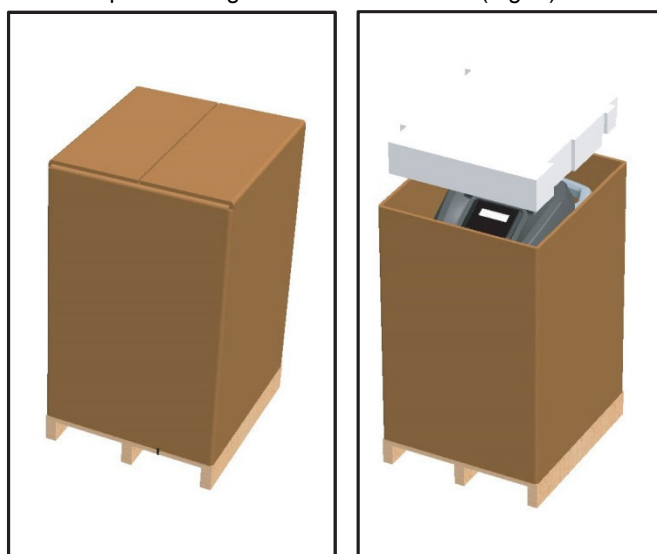

Fig. 8 : Retrait du carton
- 1 Couper les sangles et retirer du carton (Fig. 8)